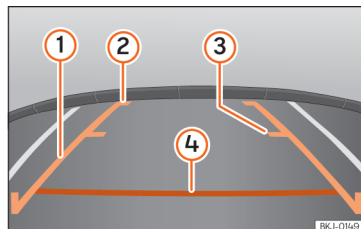

Fig. 174 Visualização no ecrã do sistema de infotainment: linhas de orientação.
- A carga do veículo modifica a representação das linhas de orientação » » »  Fig. 174. A largura que as mesmas representam, diminui com o nível de carga. Preste atenção ao espaço envolvente quando o interior ou a bagageira estiverem carregados.
»» Fig. 174